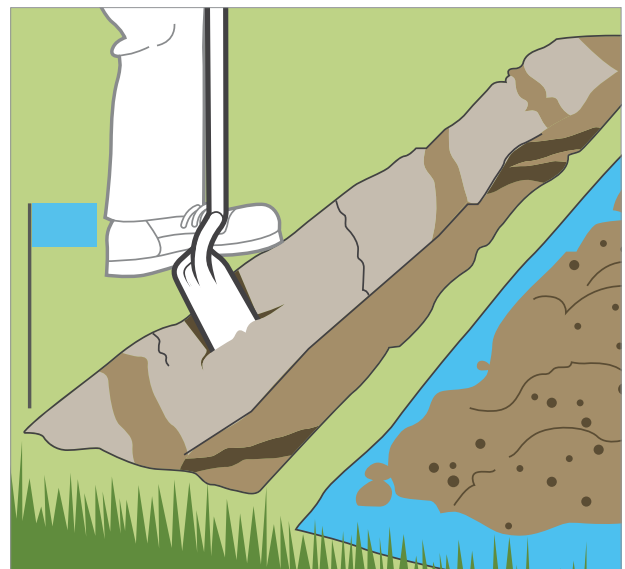

Abbildung 2
4. Ausheben von Gräben: Prüfen Sie die lokalen Verordnungen. Wenn keine Verordnungen für die Tiefe der Regnerhauptleitung in Ihrer Gemeinde vorliegen, graben Sie 25 bis 30 cm tief. Abzweigungen graben Sie 15 bis 20 cm tief. Diese Arbeit können Sie von Hand oder mit einer Grabenfräse durchführen. Grabenfräsen sind bei den meisten Baumaschinenverleihen erhältlich (*Abbildung 2*).